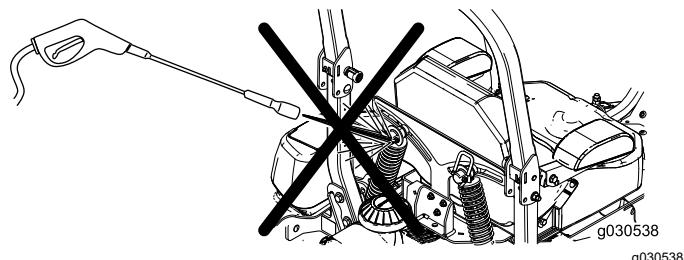

Bild 82
**Hinweis:** Reinigen Sie die Stoßdämpfer nicht mit einem Hochdruckreiniger (Bild 82).